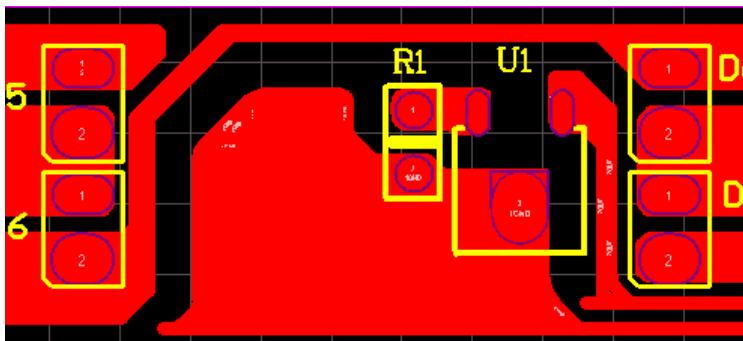

图 4. SM500A6 灯带 PCB layout 图
- (1) 芯片 GND 进行铺铜处理，进行散热，增加可靠性，铺铜如图 4 所示。